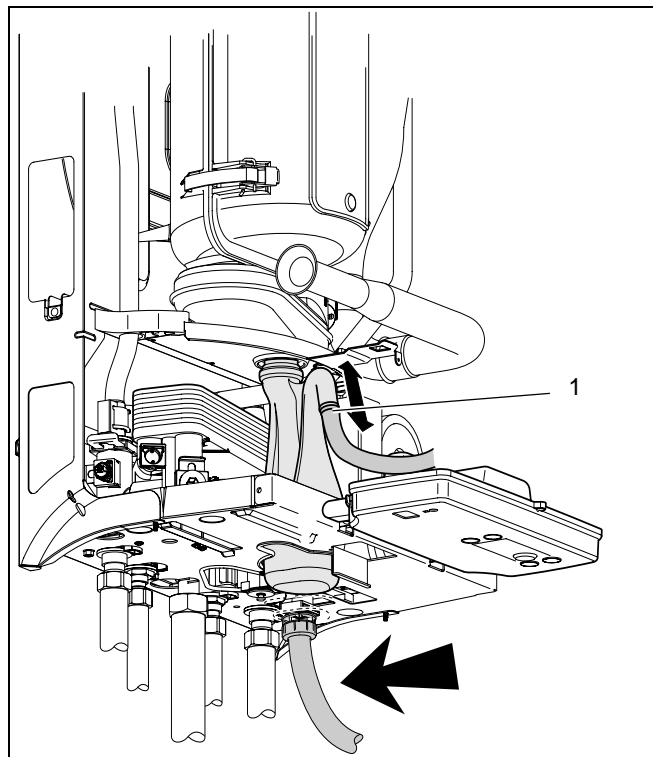
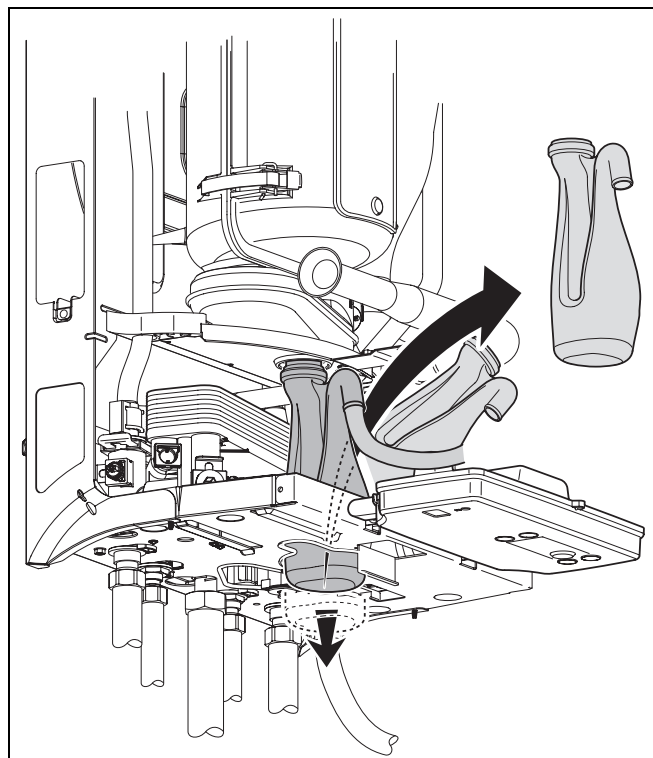

Рис. 47 Удаление устройства выпуска конденсата
Рис. 48 Удаление сифона
- Опорожнить сифон (рис. 47 и рис. 48).
- Снять сосуд конденсата и сифон (рис. 47 и рис. 48).